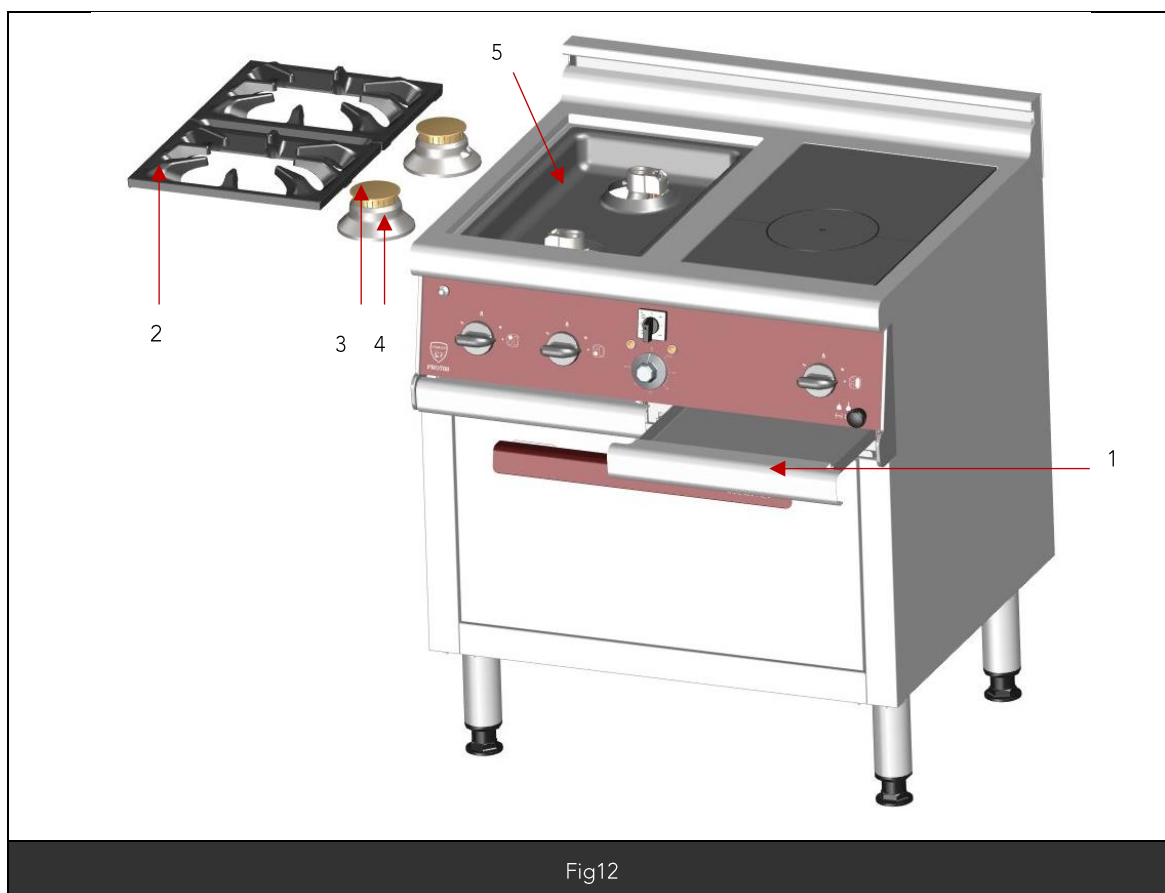

Fig12
- Le tiroir de propreté (Fig12 Rep1) doit être retiré à chaque nettoyage puis lavé et remis en place.
- Enlever les grilles fontes des feux vifs (Fig12 Rep2)
- Déposer les chapeaux de brûleurs (Fig12 Rep3) ainsi que les corps (Fig12 Rep4)
- La cuvette (Fig12 Rep5) se nettoie à l'eau savonneuse ou peut être placée en lave batterie.